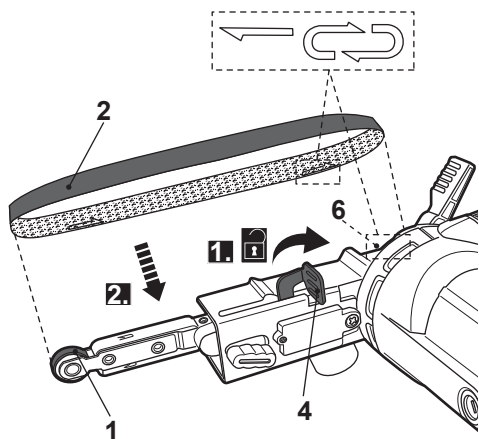

Fig. 2
- > Puxe a alavanca de sujeição (4) para fora (Fig. 2, passo 1).
- > Preste atenção ao sentido de rotação indicado no interior da correia abrasiva (2). Alinhe a correia abrasiva (2) de acordo com o sentido indicado no corpo da lixadora e deslize a correia sobre o rolo frontal (1) e o rolo motriz (6) (Fig. 2, passo 2).